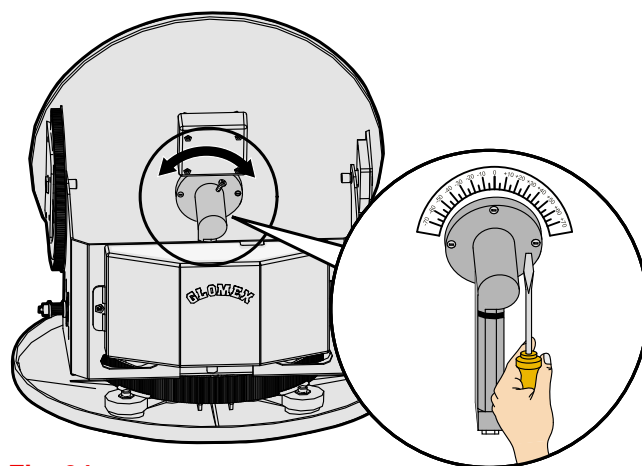

Fig. 24
- Die 4 Schrauben, die den LNB an der Scheibe befestigen (siehe **Fig. 24**), lockern. Die Scheibe von Hand bewegen, auf der Suche nach dem Parameter der Signalqualität des benutzten Digiteempfängers als Bezug für eine korrekte Kalibrierung (bitte nehmen Sie Bezug auf das Handbuch des Empfängers selbst). Die Kalibrierung braucht nicht geändert zu werden, wenn das Boot im selben Bereich bleibt und denselben Satelliten empfängt.